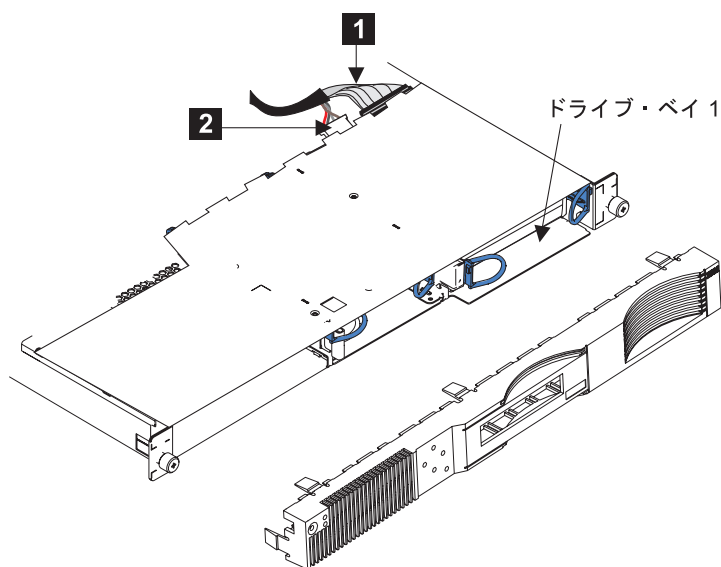

図 169. SAN ボリューム・コントローラー 2145-4F2 ディスク・ドライブ
1. SCSI シグナル・コネクタ **1** および電源コネクタ **2** を、584 ページの図 169 に示すように、ディスク・ドライブの背面に接続してから、ケーブルを交